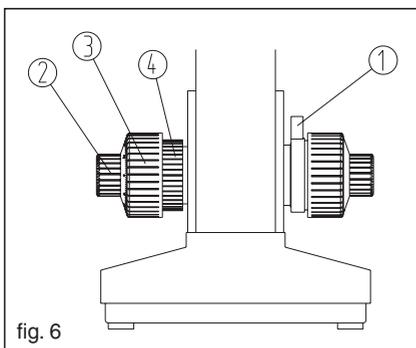

fig. 6
O instrumento usa um mecanismo de focagem macrométrica / micrométrica coaxial. O manipulador tensional ajustável ④ usado para ajustar a tensão do parafuso macrométrico ③ para prevenir que a platina deslize naturalmente para baixo. O manipulador de limite ① evita o contacto acidental entre a amostra e a objetiva. ② é o parafuso micrométrico. (Fig. 6).